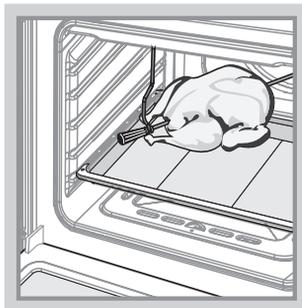

Рис.7
- Насадите на штык кусок мяса КРЮЧОК или тушку птицы и закрепите его вилками посредством крепежных ВТУЛКА винтов. Закрепленный на штыке кусок мяса должен находиться точно под грилем (рис. 7).